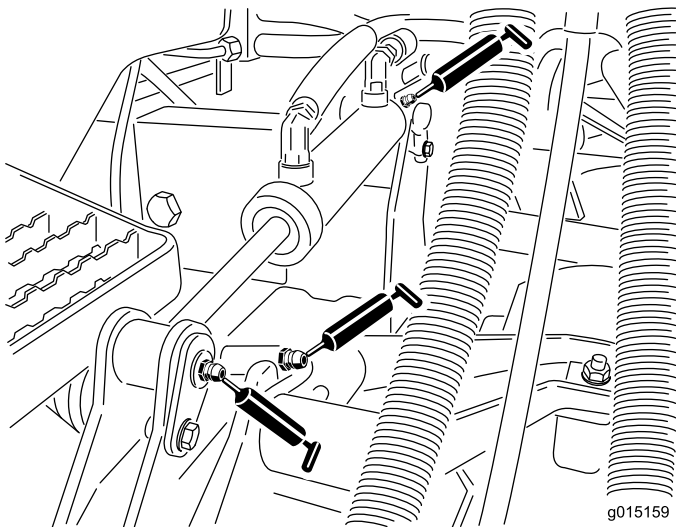

Figure 82
- Bagues de bras de levage (1 par unité de coupe) (Figure 82)
- Bagues de vérin de levage (2 par unité de coupe) (Figure 82)